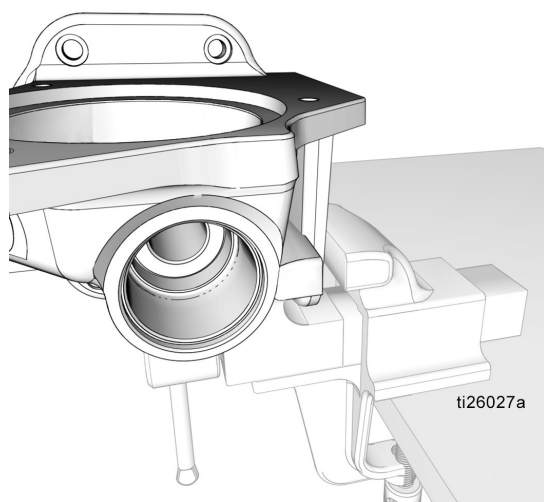

FIG. 42
4. Replacer la base de la pompe (1) dans l'étau comme indiqué à la FIG. 42.